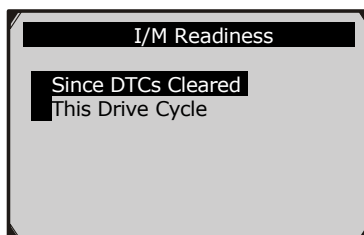

Рисунок 6.20
- 3) Если автомобиль поддерживает оба типа тестов, они будут показаны на экране для выбора. (Рисунок 6.20)